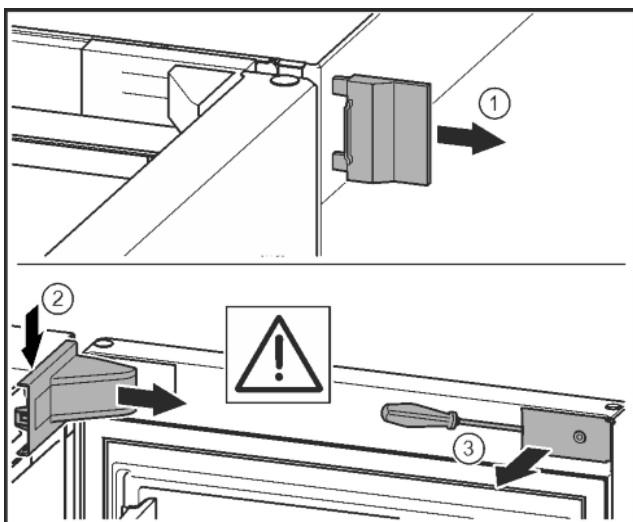

Fig. 10
- ▶ Снять внешнюю крышку. Fig. 10 (1)
- ▶ При помощи отвертки освободить крышку опорного кронштейна и отсоединить. Снять крышку опорного кронштейна. Fig. 10 (2)
- ▶ Шлицевой отверткой вывести накладку из зацепления и отвести в сторону. Fig. 10 (3)